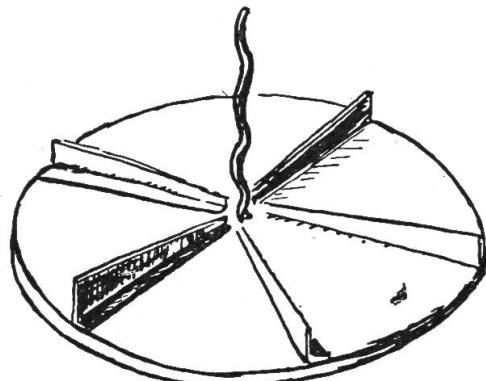

Abb. 3
über die Räder vorstehen, da es sonst auf den Boden aufstehen würde. Auf dem Kurbelrädchen (1) wird eine Holzscheibe von etwa 45 cm Durchmesser befestigt, auf deren Oberseite abgewinkelte Blechstreifen radial (von der Mitte nach aussen) aufgenagelt sind. Diese haben die Aufgabe, den Kalk nach aussen zu schleudern (siehe Abb. 3). Um diese Scheibe wird ein halbrunder Kasten gebaut, der dafür sorgt, dass der Kalk nur rückwärts ausgeworfen wird. Dieser Streumantel (4) muss gut verstrebt und befestigt werden. Die abgeschnittene Deichsel ist hierzu recht dienlich. Auf dem halbrunden Streumantel sitzt ein Trichter, der auf der Mitte der Streuscheibe mündet. An dieser wird auch ein schneckenförmiger Stab (5) befestigt, damit der Kalk nach unten gerüttelt wird. Nun braucht man nur mehr eine Anhängevorrichtung anzubringen — wozu die Befestigungssöse des Mähbalkens (6) dienen kann — und die Kalkschleuder ist fertig.